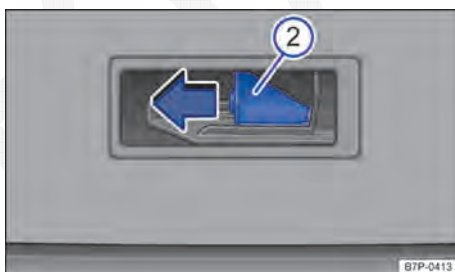

Fig. 274 Por fora do compartimento de bagagem: alavanca de destravamento atrás da cobertura do destravamento de emergência da tampa do compartimento de bagagem.
- Inserir objeto adequado totalmente à direita na abertura e pressionar a alavanca de destravamento ⇒ Fig. 274  em direção da seta para destravar a tampa do compartimento de bagagem.